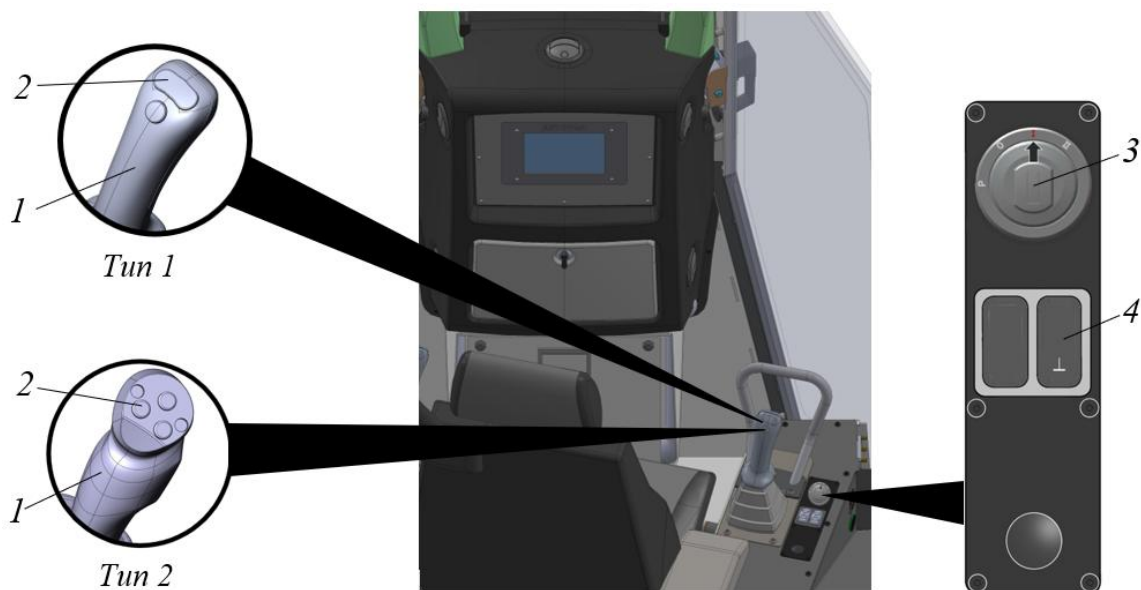

Рисунок 3.139. Органы управления правой тумбы
- ▶ Включить массу клавишей 4 (если она выключена), ключ в замке зажигания повернуть из положения «0» в положение «1» поз. 3, рис. 3.139;